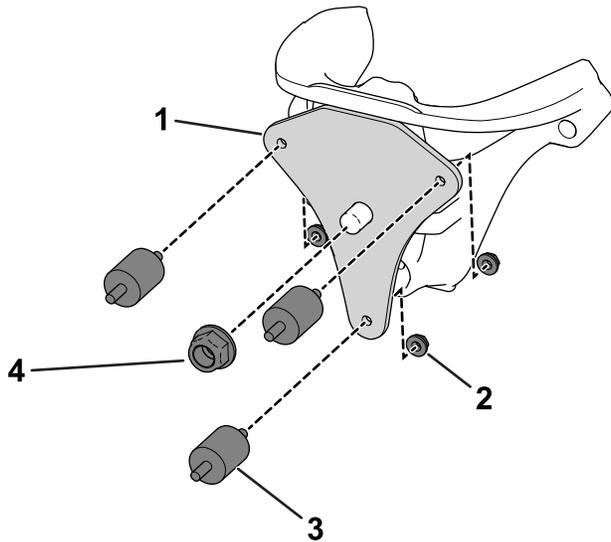

Figura 5
- Utilice una tuerca ($\frac{5}{8}$ "") para fijar la chapa de montaje al cardán de dirección (Figura 5).
- Fije 3 soportes de amortiguador de goma en la chapa de montaje con 3 tuercas (5/16\""), tal y como se muestra en la Figura 5.